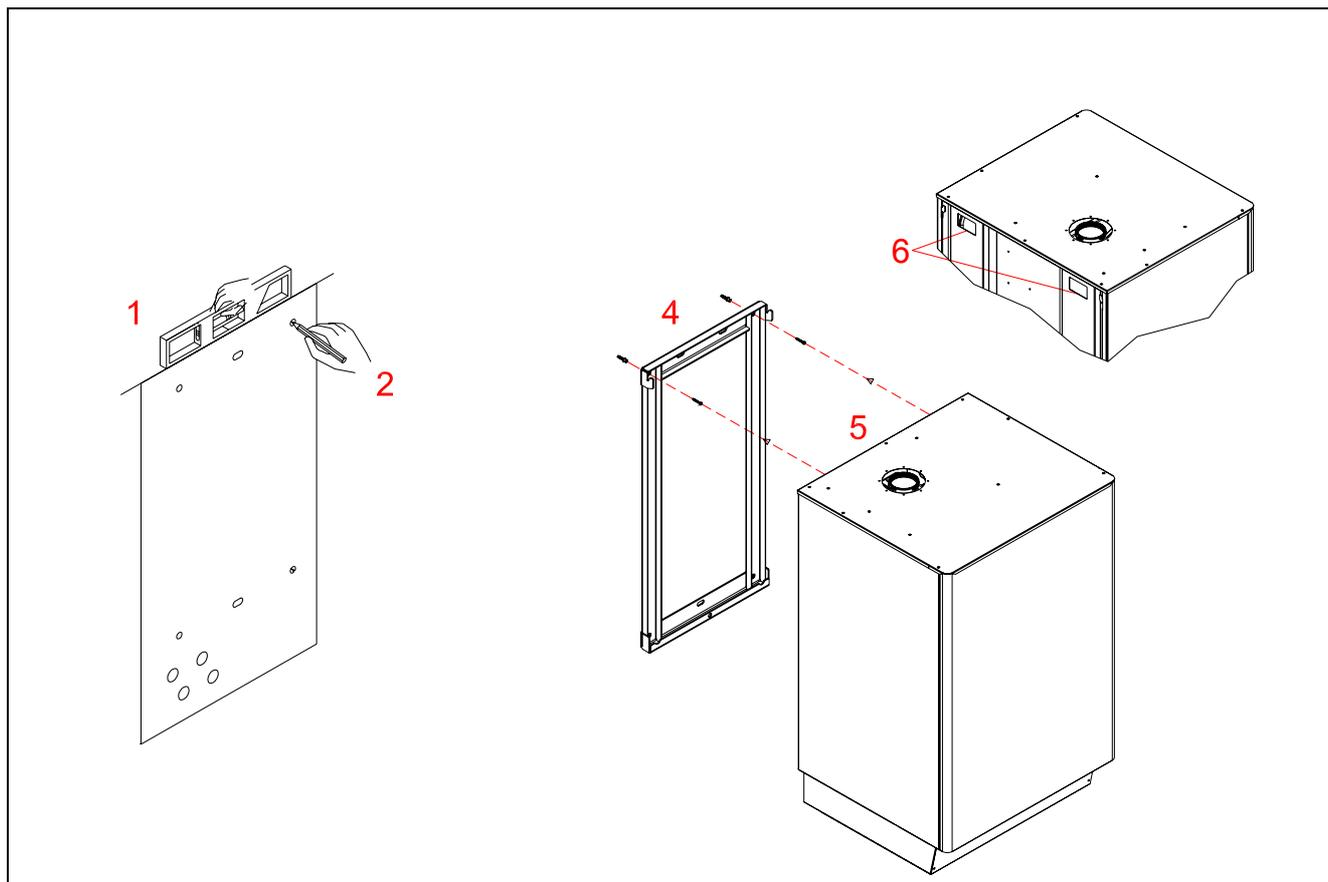

Figura 17 – INSTALLAZIONE DELLA CALDAIA
- 1) Con l'aiuto di una livella a bolla d'aria, fissare la dima di montaggio alla parete dove si intende installare la caldaia e segnare i punti per inserire le viti a tassello Ø10 e i punti dei raccordi andata e ritorno dell'impianto (Figura 17 particolari 1 e 2).
- 2) Realizzare i fori e procedere al fissaggio del telaio a muro (Figura 17 particolare 4).
- 3) Agganciare la caldaia utilizzando le asole sul telaio (Figura 17 particolari 5 e 6). Assicurarsi che la caldaia sia stabilmente fissata alla parete e procedere con i collegamenti idraulici ed elettrici.